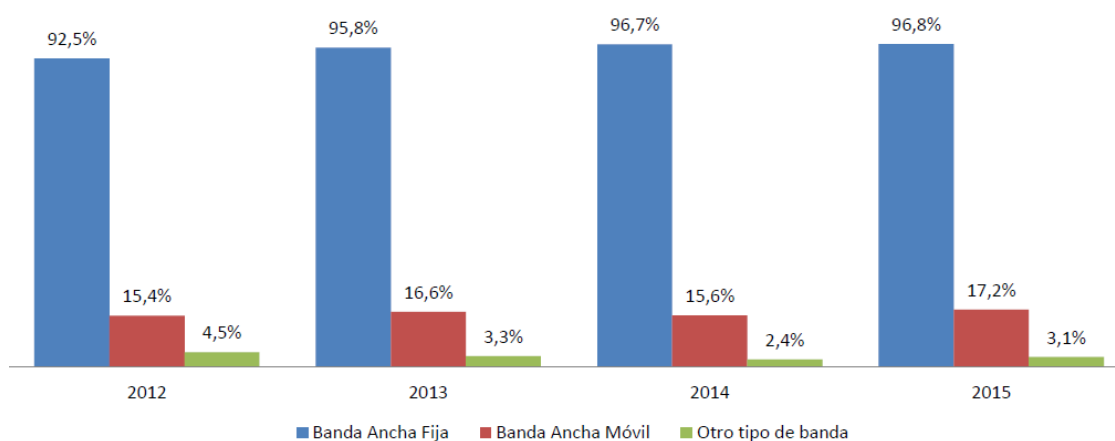

Figura 2. Tipos de Acceso al Internet
- En la Figura 2, durante el período analizado, se puede apreciar que el servicio de banda ancha fija es la conexión más utilizada por las empresas para conectividad hacia internet y aplicativos propios de las mismas.